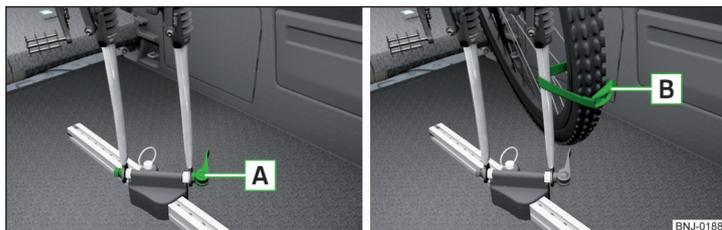

Fig. 98 Placer la fourche avant du vélo dans le porte-vélos / Exemple de fixation de la roue avant
- Dévisser le tendeur rapide **A** » fig. 98 du porte-vélos et le régler en fonction de la largeur de la fourche du vélo.
- Fixer la roue avant avec la sangle **B** sur la fourche avant » fig. 98 ou sur le cadre du vélo.